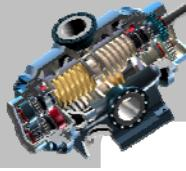

图 8.2.16 “选择参数”对话框
② 在“常数”对话框中单击“添加”按钮 [+/-] ，系统弹出图 8.2.16 所示的“选择参数”对话框。